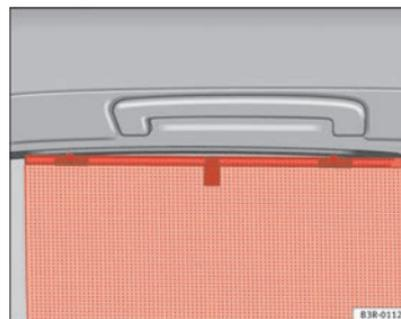

Abb. 100 Hochgezogenes Rollo an einer Fondtür
- Ziehen Sie das Rollo aus und hängen es in die Haken am oberen Türrahmen ⇒ Abb. 100. ■